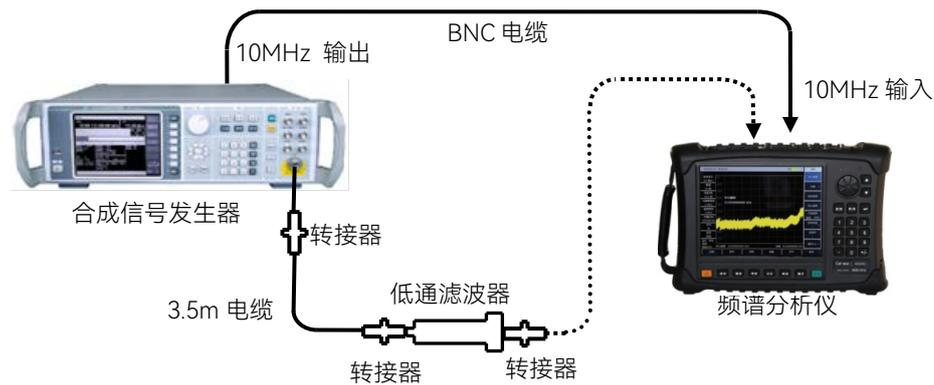

图 14.10 二次谐波失真测试设置
1) 如图 14.10 连接测试仪器, 合成信号发生器为频谱分析仪提供 10MHz 频率参考, 选择 1GHz 低通滤波器。